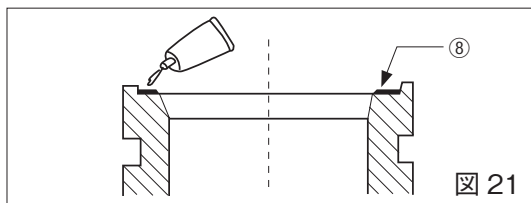

図 21
4. ⑧フランジ面（接着面）に瞬間接着剤を適量塗布してください。（図21）接着材の塗布はシール目的ではありません。
5. ③ゴムフランジを⑦本体フランジ溝にはめ込みながら②ゴムスリーブと③ゴムフランジを接着します。②ゴムスリーブと③ゴムフランジの接着面に凸凹がついておきますので、均一に重なるように合わせてください。接着せずに離れてしまう場合は、1～2分固定していただくと接着します。これを両側のフランジに行ってください。